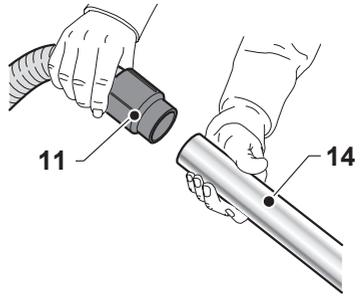

Fig. 7
- Sofern im Lieferumfang enthalten, auf den flexiblen Schlauch (11 Abb. 7) die steife Verlängerung (14 Abb. 7) aufstecken und anschließend das gewünschte Zubehörteil (Saugdüse, Bodendüse usw. Abb. 8).